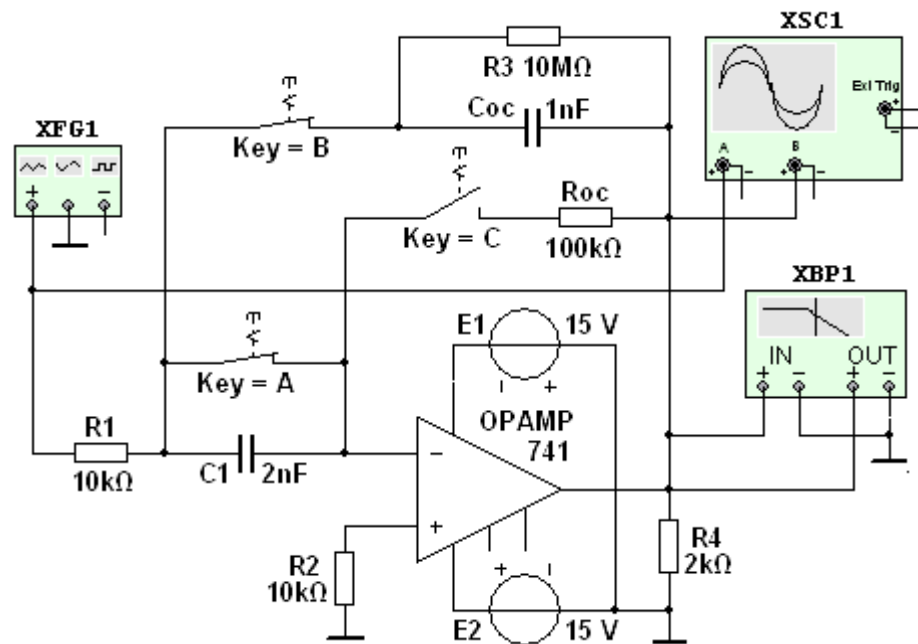
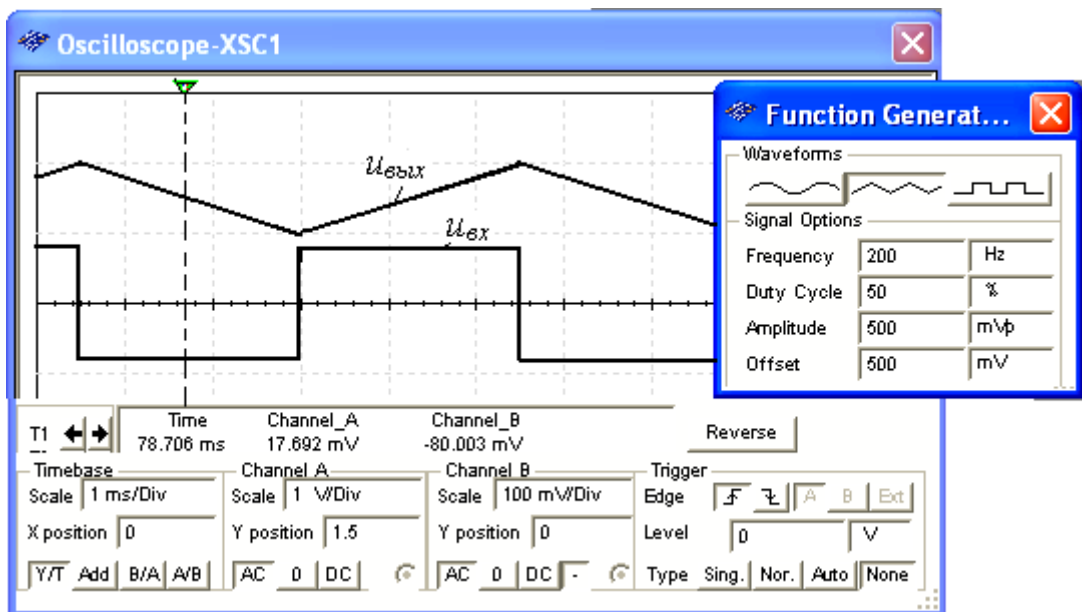
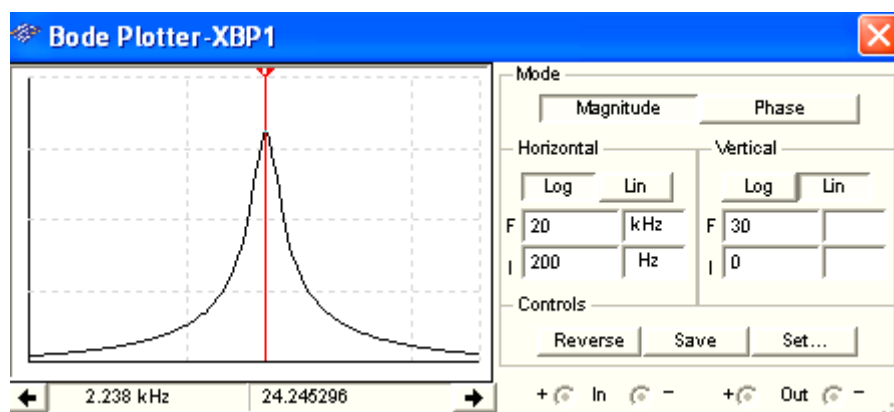

Рис. 3.8
Рис. 3.10
Рис. 3.11
Пункт 2) Задание 2. Открыть файл **3.8.ms10**, размещённый в папке с лабораторным заданием, или **собрать** на рабочем поле среды MS10 схему (рис. 3.8) для испытания *интегратора* (код 110 состояния ключей **A**, **B** и **C**: цифра 1 – ключ замкнут, цифра 0 – ключ разомкнут), *дифференциатора*
Скопировать схему (рис. 3.8) на страницу отчёта.
2.1. На вход *интегратора* (см. рис. 3.8, код 110) **подать** периодический сигнал $u_{вх}$ прямоугольной формы с амплитудой $U = 20$ мВ и длительностью импульса $t_u = 0,01T = 0,1$ мс, где период $T = 1/f = 1/100 = 0,01$ с, который формируется *функциональным генератором XFG1* после установки в его диалоговом окне (см. рис. 25.9, справа) амплитуды (**Amplitude**) $U_{вх} = 10$ мВ, частоты (**Frequency**) $f = 1200$ Гц, длительности (**Duty Cycle**) положительной полуволны меандра в пределах периода T , равной 1 %, и смещения (**Offset**) 10 мВ сигнала по вертикали от нулевого уровня.
2.2. Установить параметры функционального генератора **XFG1** (см. рис. 3.10, справа), сопротивления резисторов: $R_1 = 5$ кОм, $R_{oc} = 100$ кОм, ёмкость конденсатора $C_1 = 2$ нФ и **подать** на вход дифференциатора (см. рис. 3.8, код 001) сформированный генератором симметричный треугольный сигнал с амплитудой $U = 0,5$ В и периодом $T = 5$ мс. **Измерить** с помощью осциллографа амплитуду выходного сигнала $u_{вых}$ практически прямоугольной формы (рис. 3.10) и сравнить её значение с расчётным значением для идеального дифференциатора по времени
Скопировать (зарисовать) осциллограммы входного и выходного сигналов (см. рис. 3.10) на страницу отчёта.
2.3. Установить в диалоговом окне функционального генератора **XFG1** (см. рис. 3.10, справа) амплитуду напряжения 10 мВ и режим работы – "синусоидальное напряжение"; сопротивления резисторов $R_1 = 10$ кОм и $R_{oc} = 500$ кОм, ёмкость конденсаторов $C_1 = C_{oc} = 1$ нФ и **подать** на вход избирательного RC-усилителя с интегрирующей обратной связью (см. рис. 3.8, код 001) сформированный генератором синусоидальный сигнал. В диалоговом окне плоттера **XBP1** (рис. 3.11, справа) **здать** границы верхней и нижней частот моделирования АЧХ усилителя: $f_в = 20$ кГц, $f_н = 200$ Гц, границы уровней коэффициента усиления (30 и 0), логарифмическую шкалу для частот и линейную для АЧХ.
Скопировать график АЧХ избирательного усилителя (см. рис. 3.11) на страницу отчёта.
11. Укажите квазирезонансную **частоту** f_0 избирательного усилителя (см. рис. 3.8) при $R_1 = R_{oc} = 10$ кОм и $C_1 = C_{oc} = 4$ нФ.